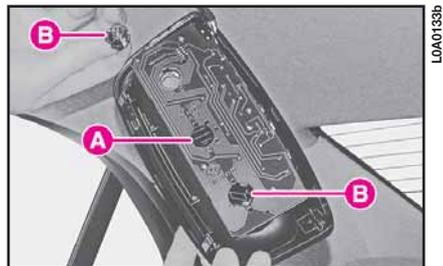

fig. 35
2) Per sfilare i portalampane ruotarli in senso antiorario (**fig. 35**).